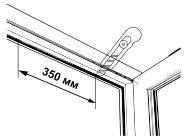

Рис. 8
5. Согласно отметкам на оконной раме отрезать уплотнитель 350 мм (рис.8).